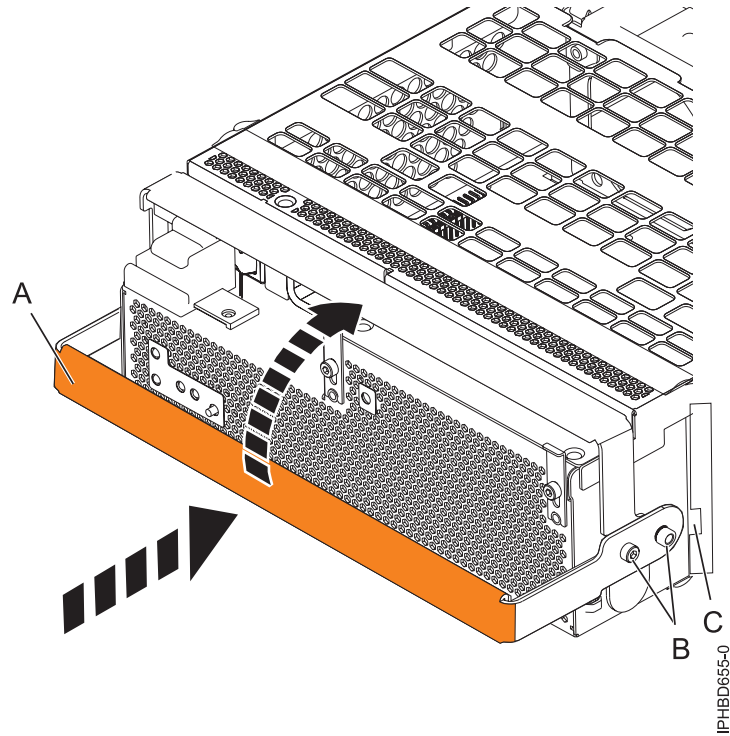

Figure 62. Remplacement d'un bloc d'alimentation
10. Pour remplacer l'alimentation électrique, avec la poignée de verrouillage (A) en position ouverte, insérez l'alimentation électrique dans l'unité d'extension comme indiqué à la figure 62, à la page 83.
11. Fermez le levier de verrouillage (A) jusqu'à ce que le bloc d'alimentation soit maintenu en place.